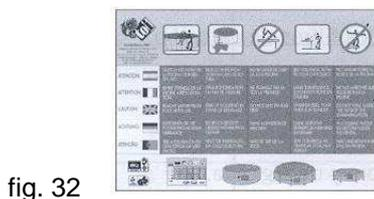

fig. 32
- Collocare l'adesivo di avvertenze in un posto visibile, per esempio di fianco alla scaletta (fig. 32, 33).